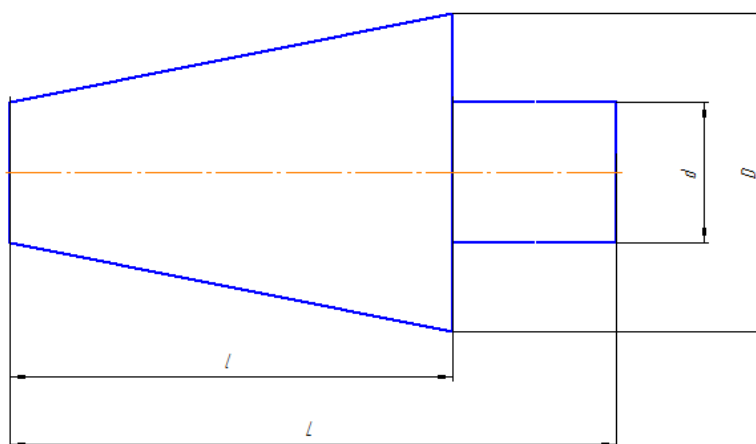

Рис. 1. Деталь «Пробка»
**Задание 2.** Построить деталь «Пробка» (Рис.1) с заданной конусностью и размерами, указав конусность на чертеже. Варианты заданий в соответствии с номером зачетной книжки студента.